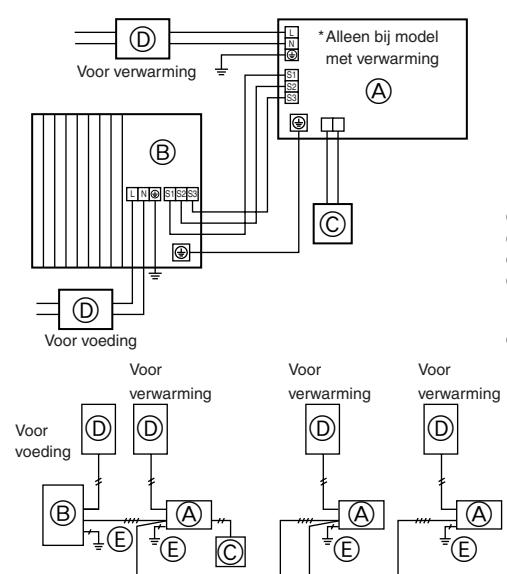
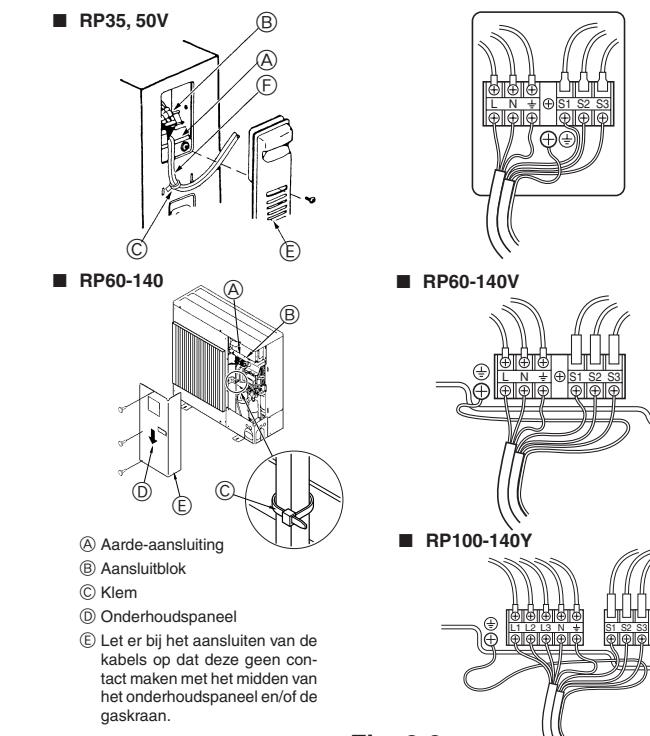

Fig. 6-1
Fig. 6-2
6.1. Buitenapparaat (Fig. 6-1, Fig. 6-2)
- ① Verwijder het onderhoudspaneel.
② Sluit de kabels aan aan de hand van Fig. 6-1 en 6-2.